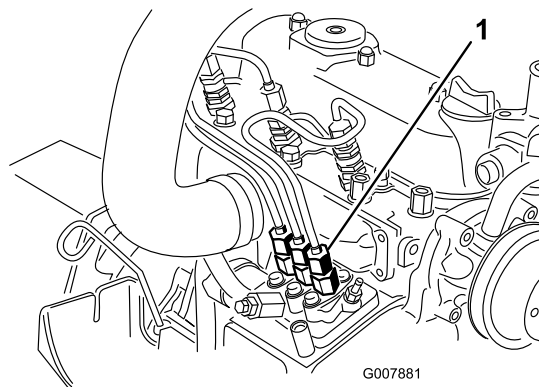

Figure 37
1. Placez un chiffon sous le raccord du tuyau allant de la pompe d'injection à l'injecteur n° 1, comme montré à la Figure 37.